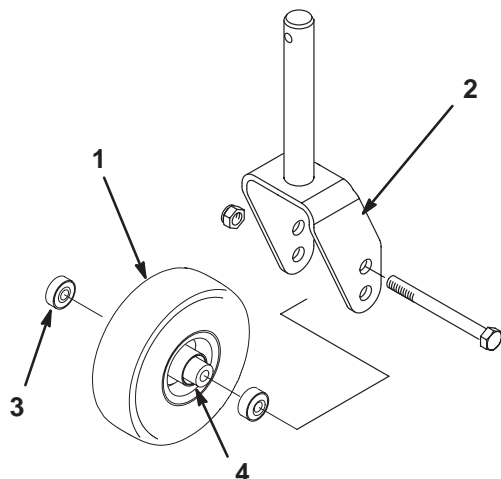
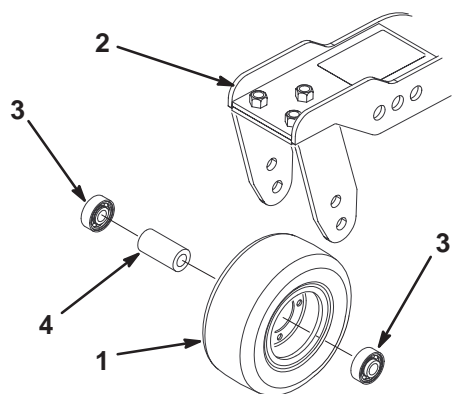

Figure 84
Figure 85
1. Retirez le contre-écrou de la vis de fixation de l'ensemble roue pivotante entre la chape (Fig. 84) ou le bras pivotant (Fig. 85). Maintenez la roue pivotante et enlevez la vis de la chape ou du bras pivotant.
2. Enlevez le roulement du moyeu de la roue et laissez tomber la douille d'écartement à l'extérieur (Fig. 84 et 85). Déposez le roulement de l'autre côté du moyeu.